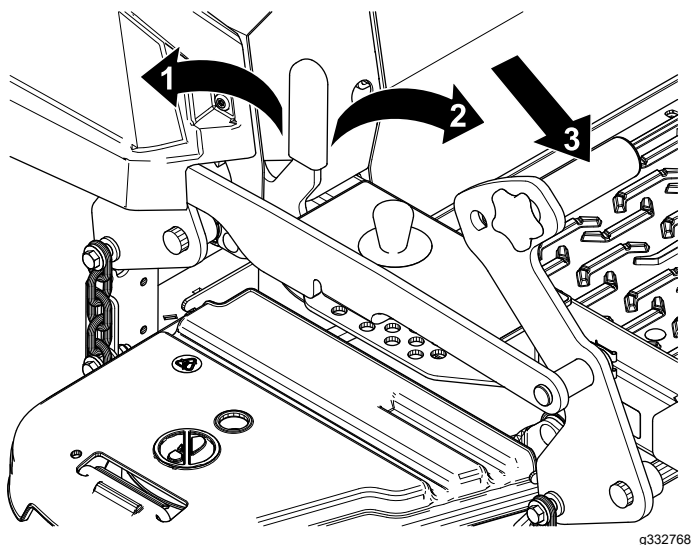

Figura 1
7. Spingete completamente in avanti il pedale di sollevamento del piatto per bloccare il piatto di taglio nella posizione TRASPORTO (Figura 1).